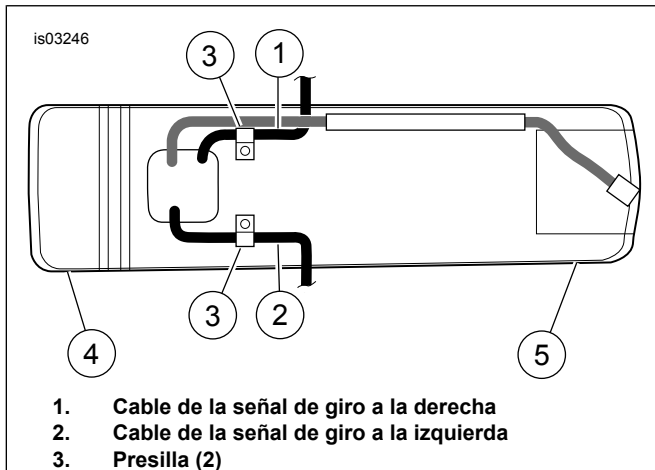

Figura 4. Cables y presillas de las señales de giro (vistos desde la parte interior inferior del guardabarros trasero)
6. Vea la Figura 4. Quite el cableado de las señales de giro (1, 2) de las presillas (3) debajo de la parte trasera del guardabarros.
3. Vea la Figura 4. Asegure el cableado de la señal de giro adentro del guardabarros trasero usando la presilla.